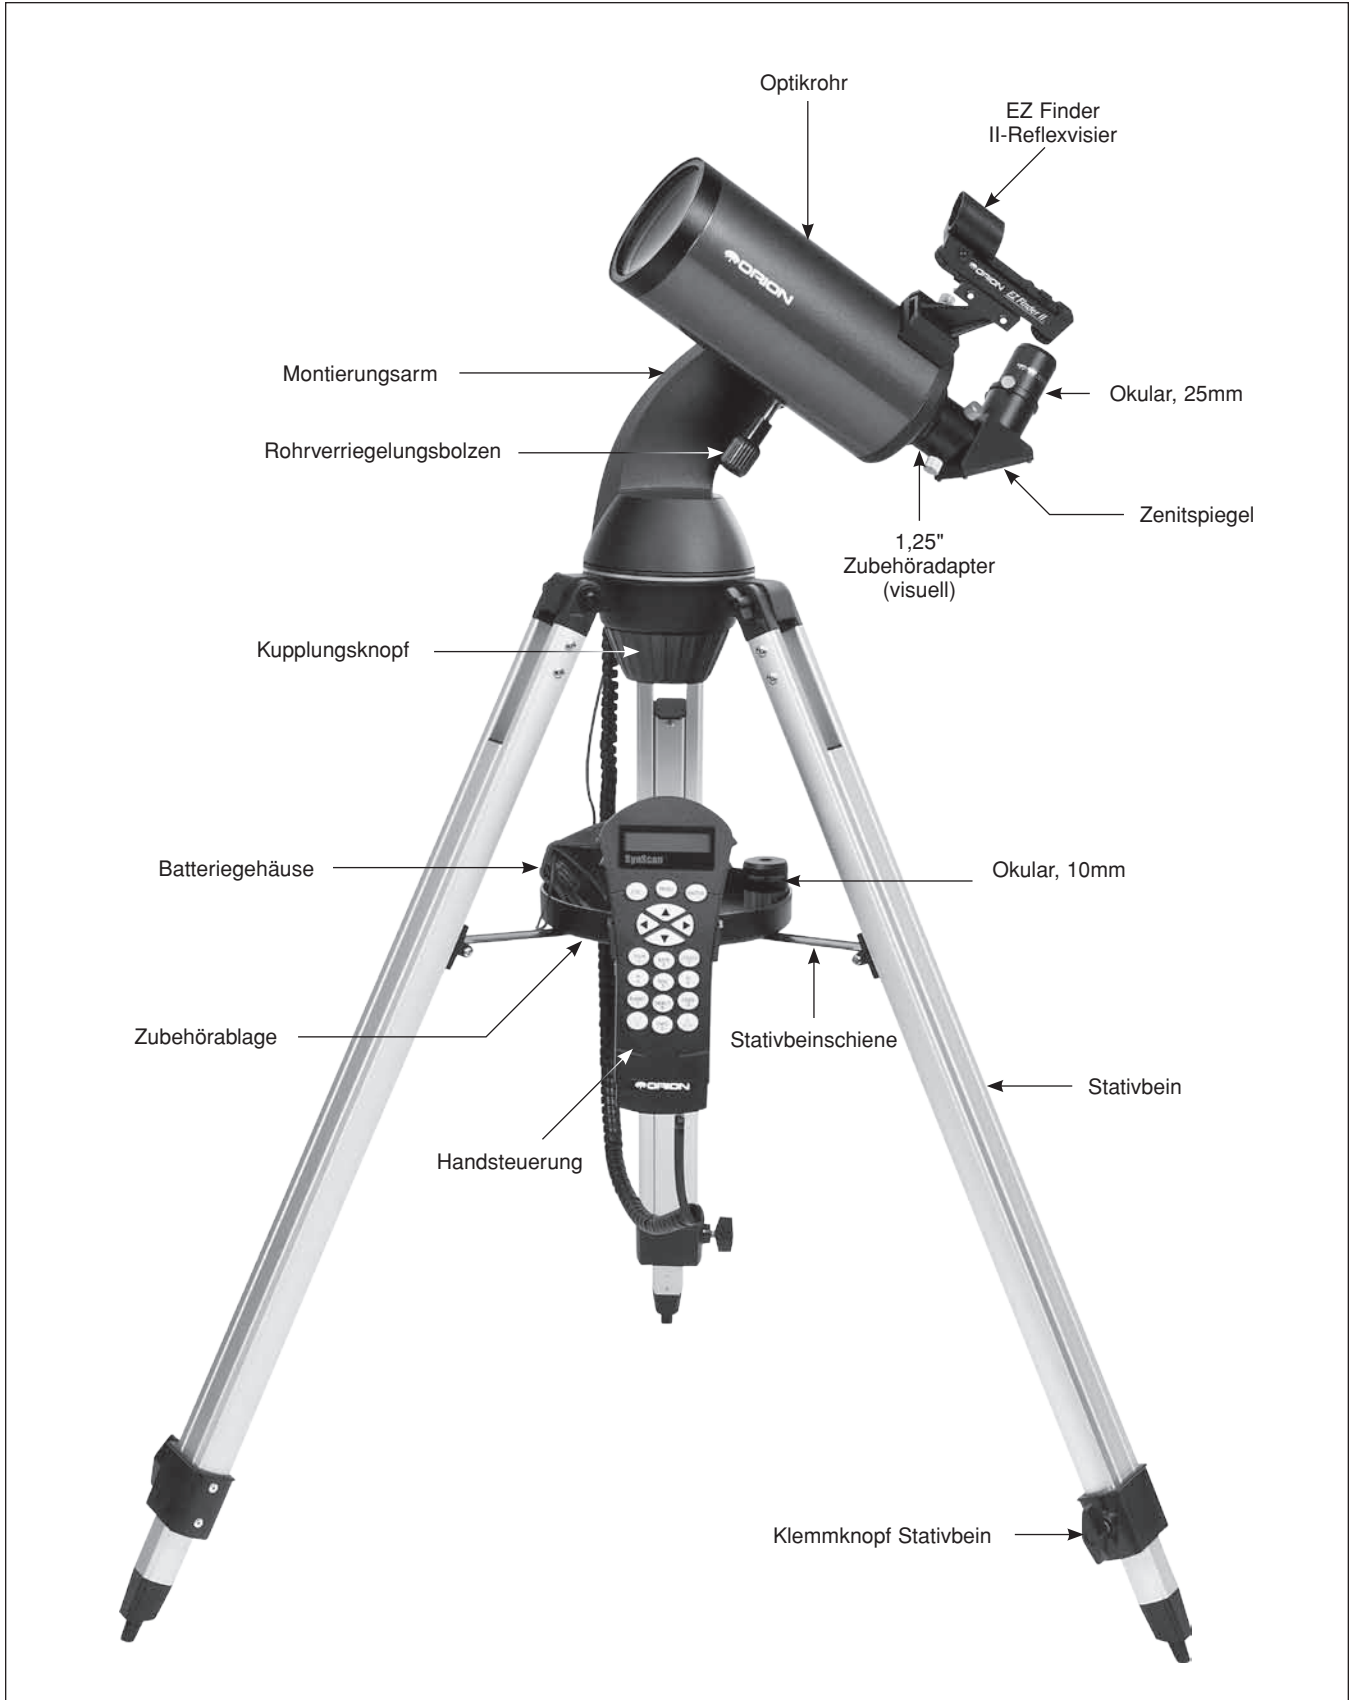

Abbildung 1. Das StarSeeker III 90mm GoTo-Teleskop
3. Lösen Sie die Stativbein-Klemmknöpfe auf der Seite der Beine (**Abbildung 1**).